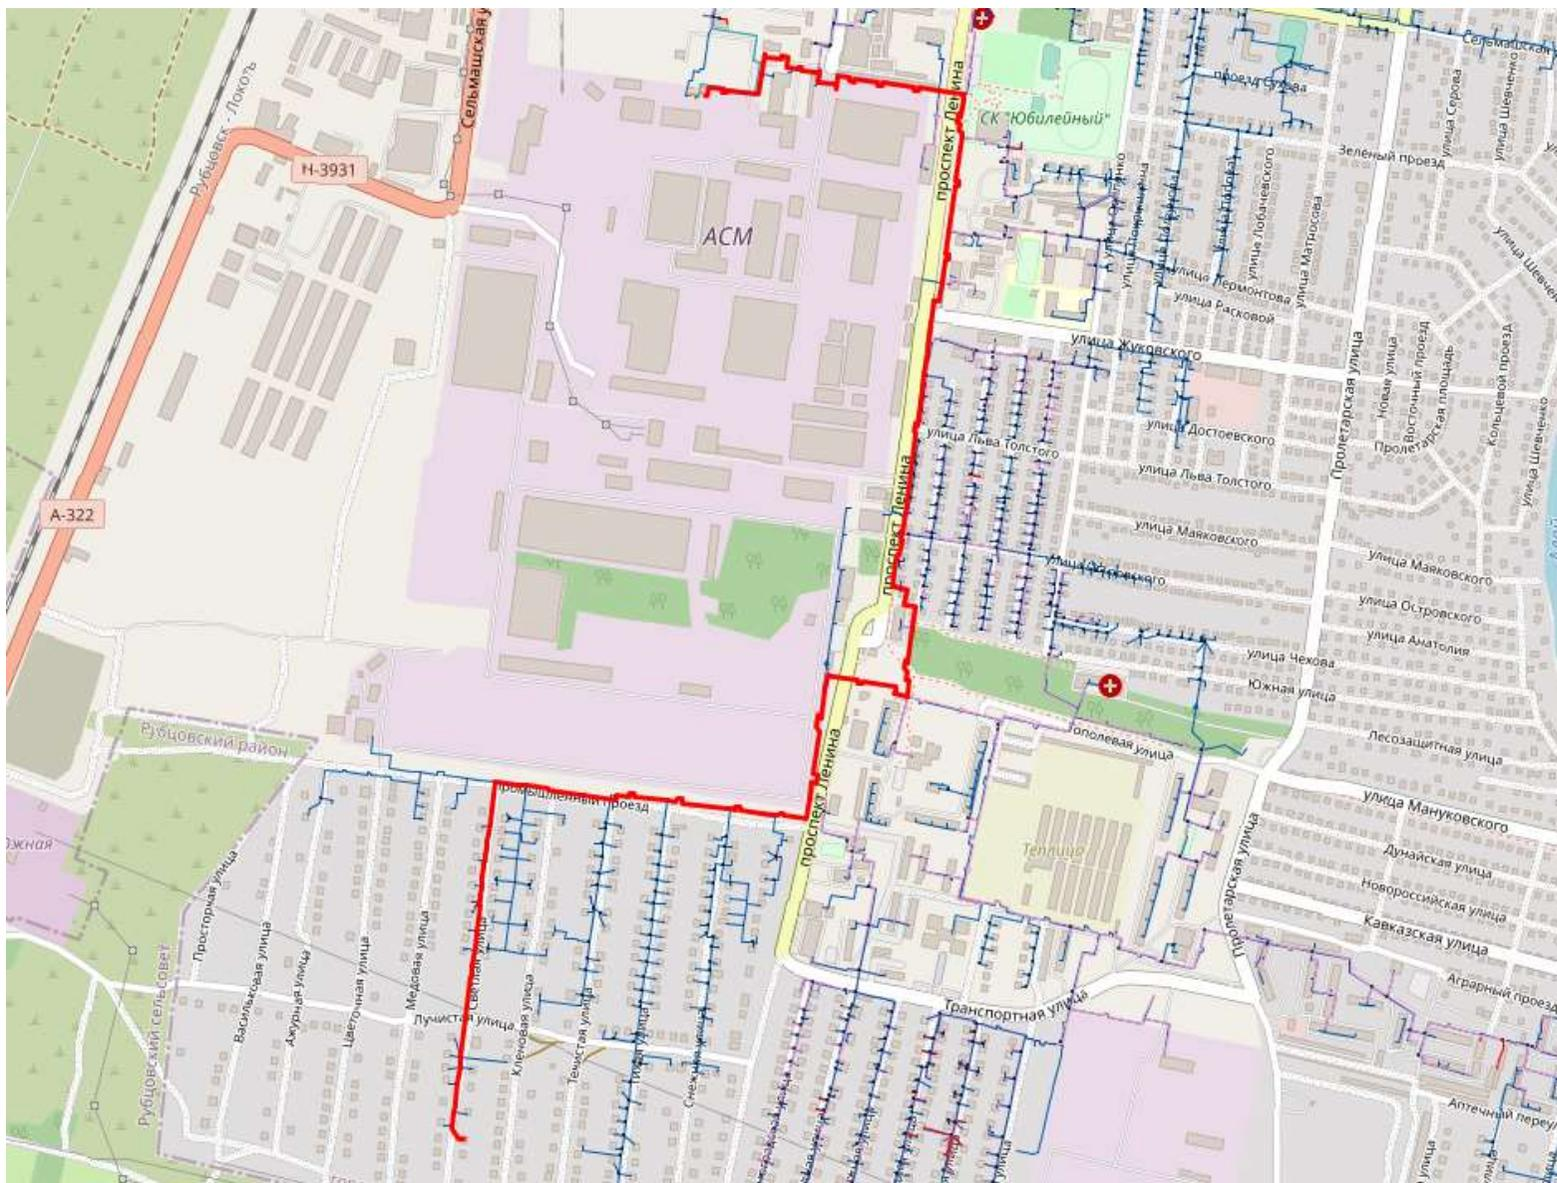

Рисунок 3 - Путь теплоносителя по направлению от ЮТС, вывод № 1 до здания по ул. Светлая, 39
- расчетный путь от ЮТС, вывод № 1 до здания по ул. Светлая, 39 (рисунок 3), основные характеристики теплопровода и режимные параметры теплоносителя (таблица 2), результаты гидравлического расчета, пьезометрический график (рисунок 4);